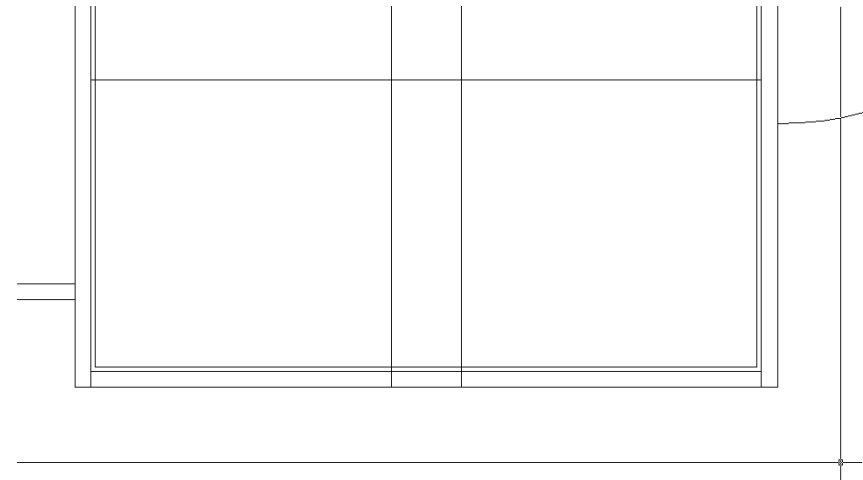

Рис. 4.57 ▼ Вертикальные вспомогательные линии созданы
2. Сместите сначала левую вертикальную линию контура парты вправо на 360 мм ( $800/2 - 80/2 = 400 - 40 = 360$  мм), а затем правую линию контура парты влево на то же расстояние (рис. 4.57). Казалось бы, можно обрезать полученные линии по контуру фасада выдвижного ящика парты, и результат достигнут. Однако в этом случае мы получим не прямоугольник, а две вертикальные линии. Второе решение, лежащее на поверхности, – обрезать эти линии по контуру фасада выдвижного ящика, а затем, используя их в качестве вспомогательных, начертить по их конечным точкам прямоугольник, после чего эти линии удалить. Это уже лучше, но выбор коротких отрезков вспомогательных линий, лежащих под прямоугольником, будет затруднителен. Поэтому мы применим третий подход, воспользовавшись для этого режимом привязки **Пересечение** (Intersection).